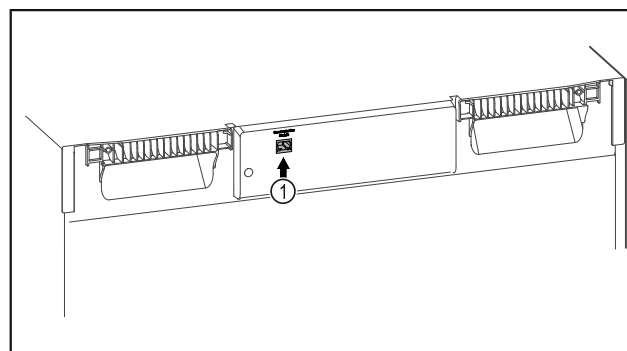

Fig. 150
- Je používán SmartModule Fig. 150 (1).